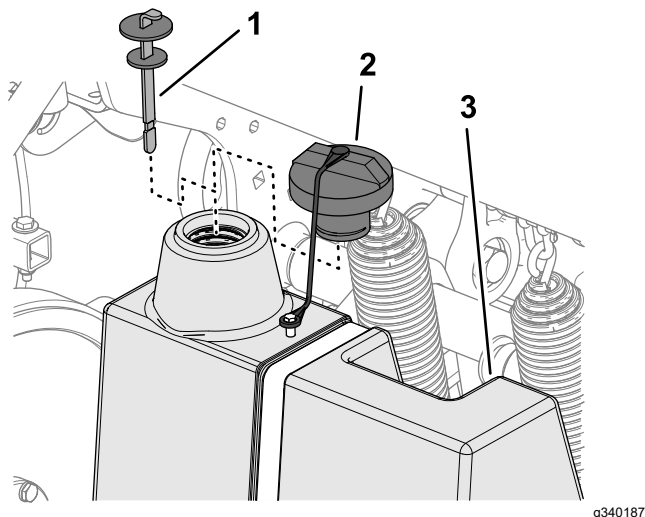

図 179
3. 油圧オイルタンクの注油口周辺をきれいに拭き、キャップ **図 179**を外す。給油口からキャップを取る。